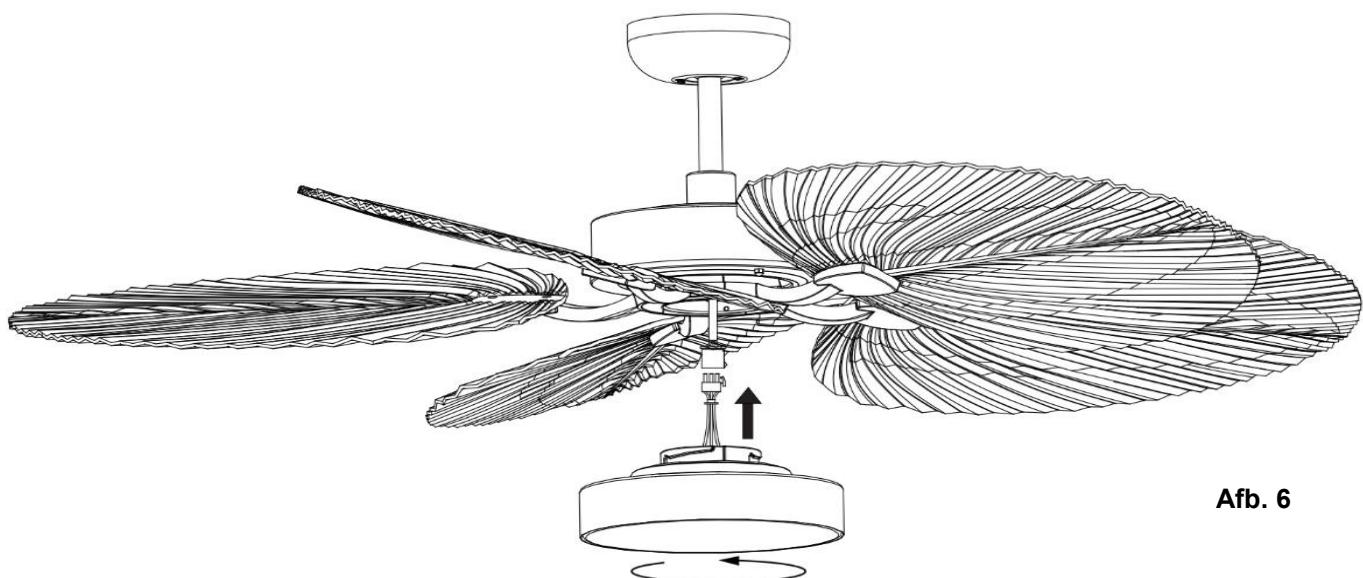

Afb. 5.2
2. Maak de ventilatorbladen vast aan de ventilatorenheid met 2 schroeven en sluitringen. (Afb. 5.2)